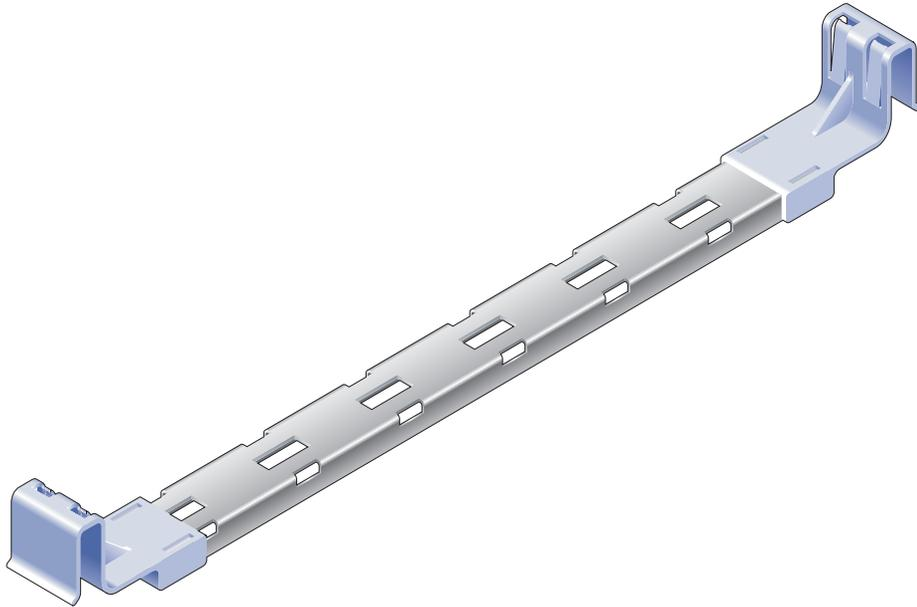

**ABBILDUNG 1-3** Sperren am Montagebügel
- An jedem Server-Montagebügel befinden sich zwei Sperren (ABBILDUNG 1-3). Die Sperren ermöglichen es, den Montagebügel nach vorne zu ziehen. Durch die Bügelentriegelung kann der Montagebügel von der Schiene abgenommen werden. Die Entriegelung wird auch betätigt, wenn Sie den Montagebügel wieder auf die Schiene drücken.